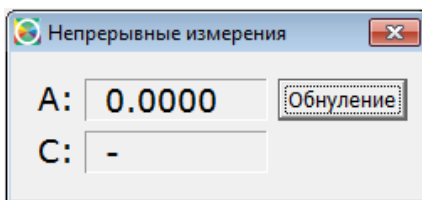

Рис. 9 Вид окна «Непрерывные измерения»
**4.2.3 Окно «Непрерывные измерения»** позволяет контролировать сигнал поглощения A или величину C в единицах концентрации (при условии подключённой градуировки) в реальном времени рис. 9. Включение окна «Непрерывные измерения» осуществляется через главное меню «Настройки» > «Непрерывные измерения».